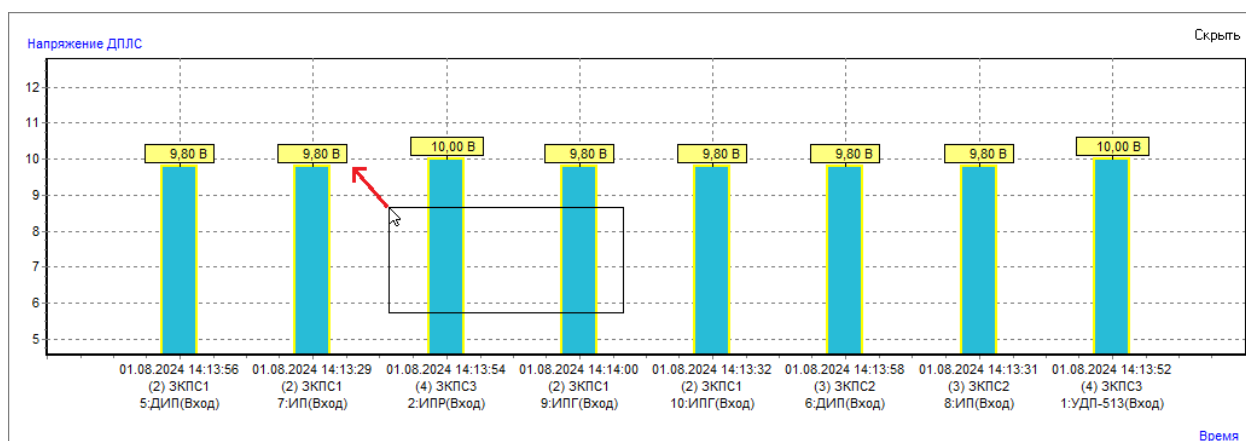

Рисунок 11-55 Сброс увеличения масштаба области диаграммы
- чтобы сбросить увеличение масштаба области, выделите в области построения диаграммы любую область по направлению слева-снизу вправо-вверх, справа-сверху влево-вниз или справа-снизу влево-вверх (см. Рисунок 11-55).